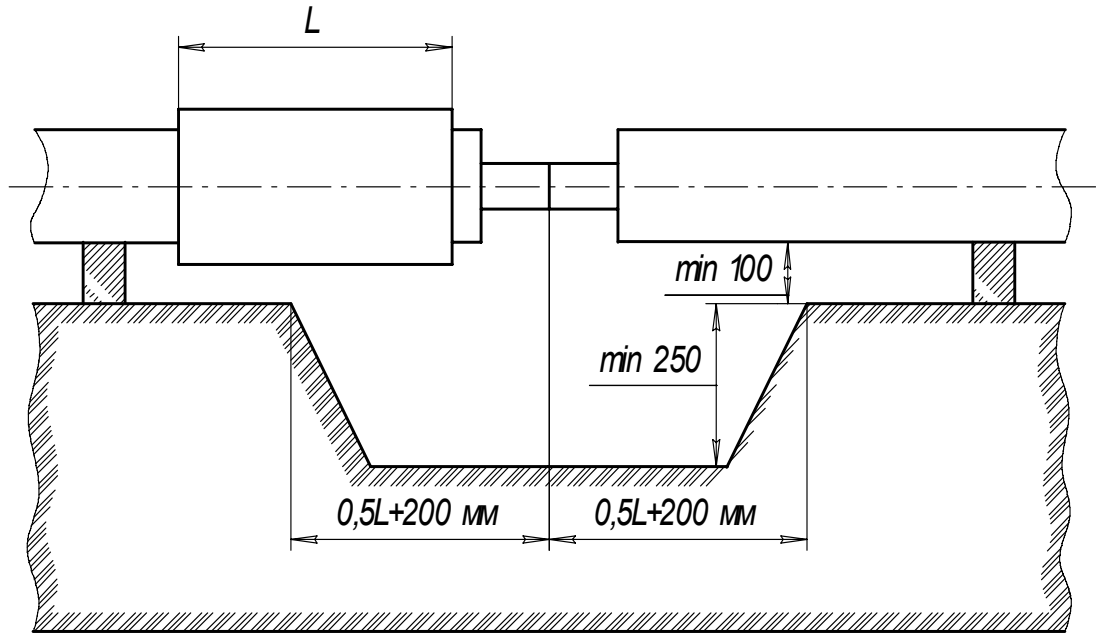

рис. 1
2.3.1 У місцях виконання теплогідроізоляції з'єднань траншеї повинні бути розширені та поглиблені (див. рис. 1).